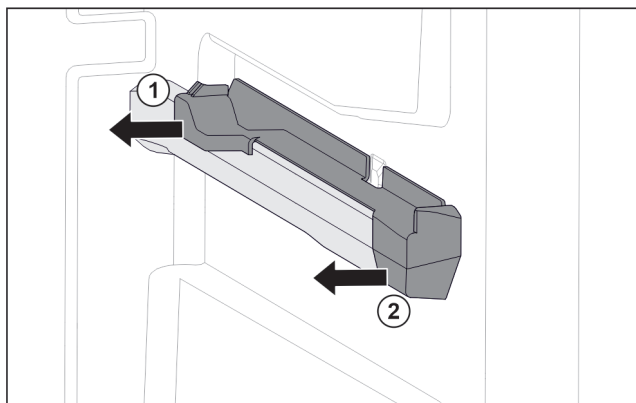

Fig. 71 Násuvný diel na pravom rebre nádoby
- ▶ Stiahnite násuvný diel vzadu do strany. Fig. 71 (1)
- ▶ Stiahnite násuvný diel vpredu do strany. Fig. 71 (2)